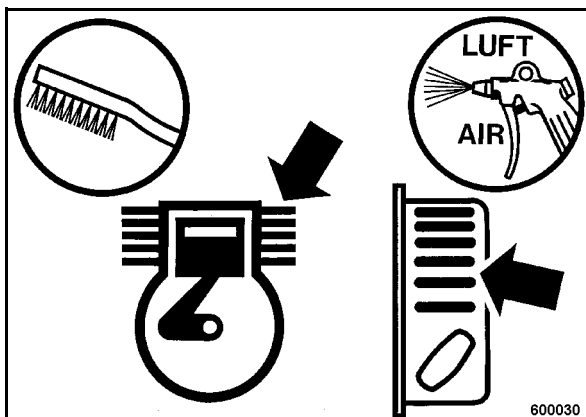

рис. 46
- Разрыхлить засохшую грязь на всех ребрах охлаждения и отверстиях для охлаждающего воздуха с помощью подходящей щетки (рис. 46) и продуть сжатым воздухом.